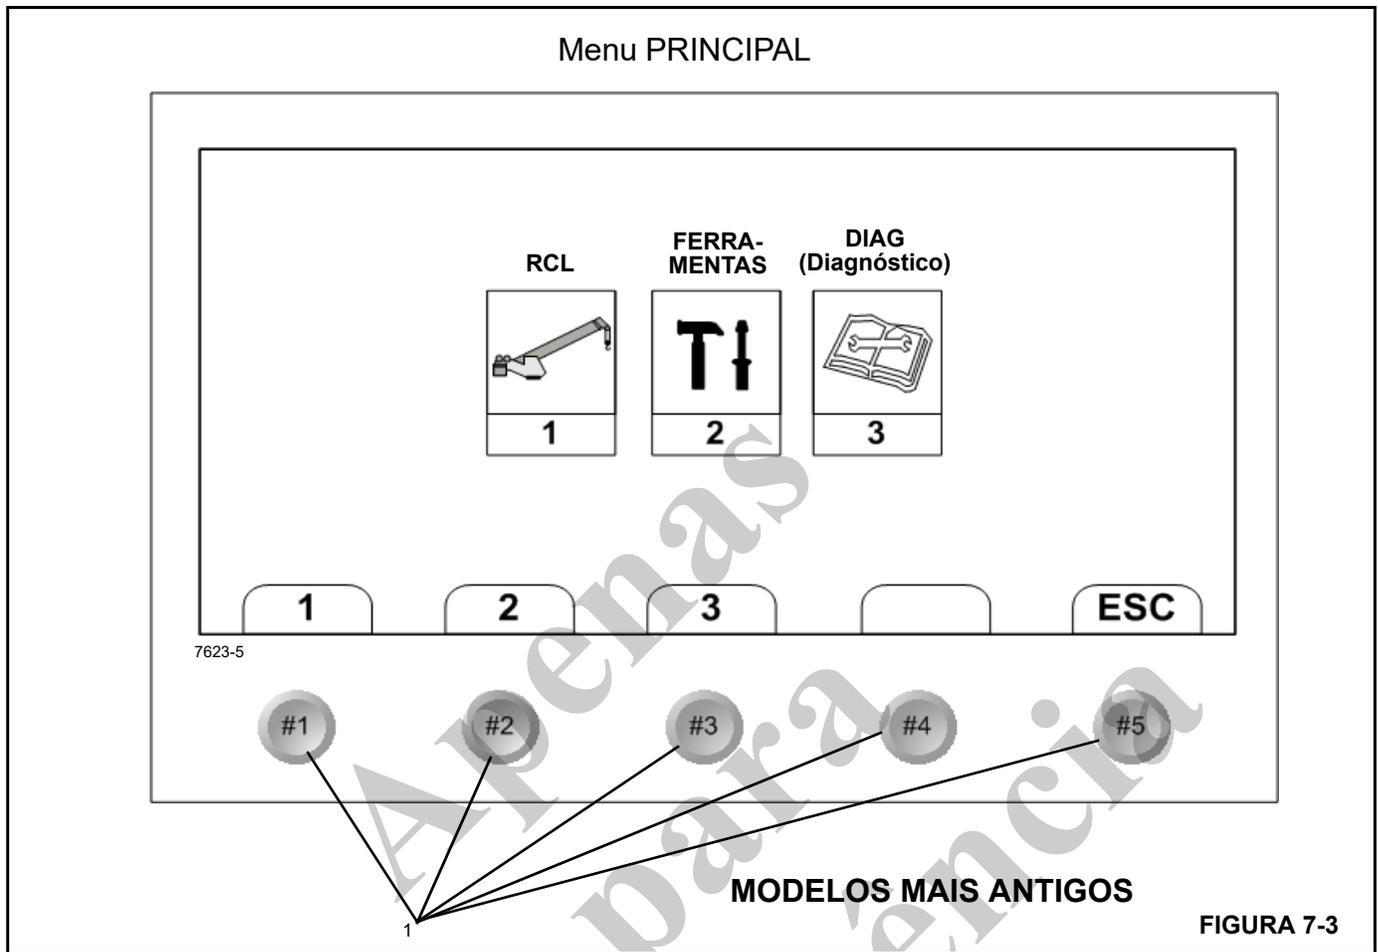

FIGURA 7-3
A tela do menu MAIN (Principal) (Figura 7-3) está dividida em três seções importantes usadas para configurar, operar, calibrar, detectar e solucionar problemas do sistema Limitador de capacidade nominal.
- **Configuração do RCL** — Selecione a chave de função 1 (Figura 7-3) para configurar o sistema RCL. Essa tela inclui a configuração e a determinação dos limites operacionais da lança, dos estabilizadores, do guincho e da passagem de cabos pelo moitão. A tela de configuração do RCL inclui também a tela de modo operacional. Consulte a página 7-8.
- **Ferramentas** — Selecione a chave de função 2 (Figura 7-3) para acessar a tela de ferramentas. Consulte a página 7-15. Essa tela inclui:
- **Diagnostic (Diagnóstico)** - Selecione a chave de função 3 (Figura 7-3) para acessar o menu de
A tela do menu principal possui cinco *teclas de função* (1, Figura 7-3) usadas para selecionar as funções indicadas na tela do mostrador acima de cada chave.
NOTA: Ao ligar o RCL, é exibida a tela com o logotipo National Crane por aproximadamente 5 a 10 segundos, depois a Tela 1 (página 7-8) é exibida. Para voltar à tela do Menu principal (Figura 7-3) selecione ESC (Sair).